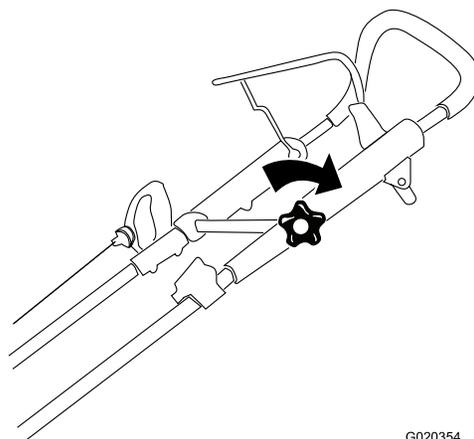

Figure 4
4. Placez la partie supérieure du guidon à la position voulue et serrez solidement le bouton du guidon (Figure 4).